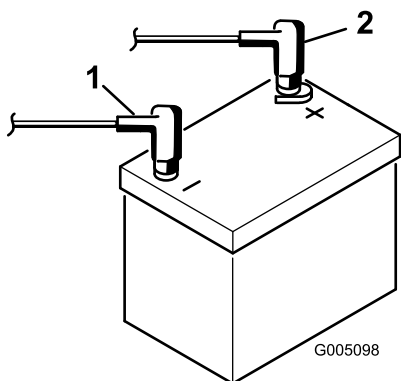

Figura 4
7. Instale o cabo positivo (vermelho) no terminal positivo (+) e o cabo negativo (negro) no terminal negativo (-) da bateria e fixe-os com os parafusos e as porcas (Figura 4). Certifique-se de que o terminal positivo (+) se encontra corretamente colocado no pólo e de que o cabo se encontra corretamente encaixado na bateria. O cabo não deverá estar em contacto com a cobertura da bateria.